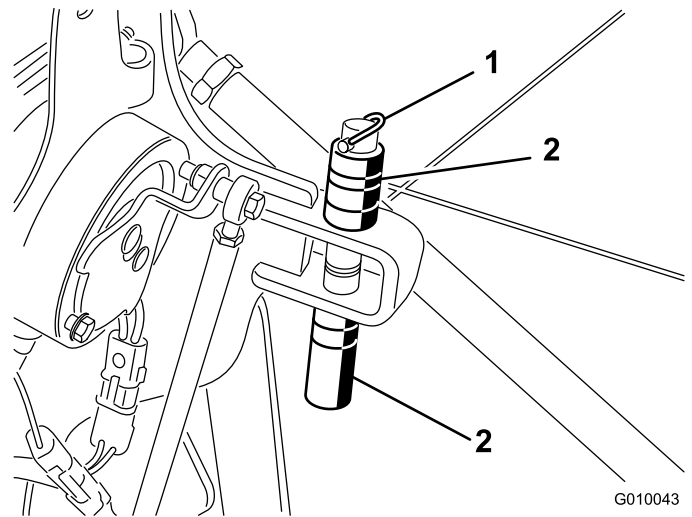

Figure 29
1. Retirez la goupille à anneau qui maintient les entretoises et les goupilles de profondeur (Figure 29).